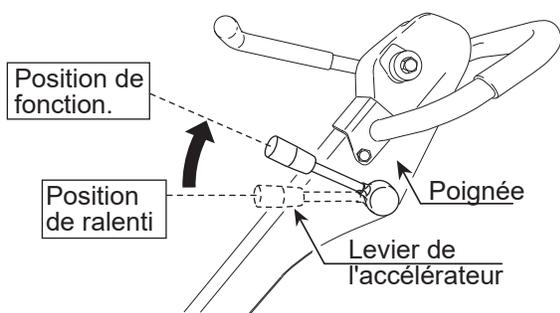

Figure 20. Levier d'accélérateur (position de fonctionnement)
1. Une fois que le moteur a démarré, réglez rapidement le levier d'accélérateur du moteur en position de **fonctionnement** (Figure 20).